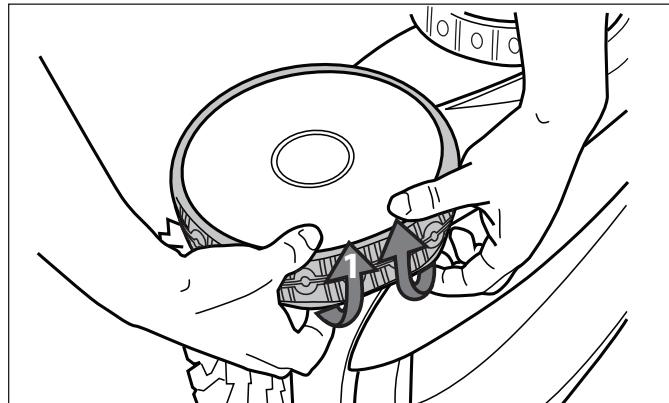

**Figure 30. Couper les onglets**
- Utiliser des ciseaux pour couper les onglets à 19 mm ( $\frac{3}{4}$  po) du talon afin qu'ils ne dépassent pas les pointes (Figure 30).